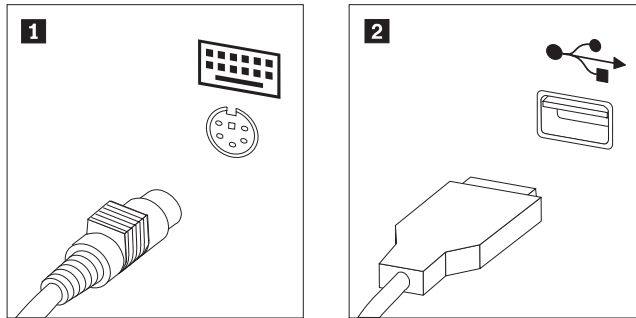

Figura 35. conectores de teclado, estándar y USB
3. Localice el conector del teclado. Consulte el apartado Figura 35.